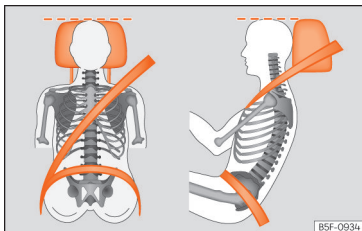

Fig. 15 Faixa do cinto de segurança e encosto de cabeça corretamente regulados.
» » **Página 102.** Mantenha a nuca o mais próximo possível do encosto de cabeça » » **Fig. 15.**
- Ajuste longitudinalmente o banco, de modo a poder carregar a fundo nos pedais com os joelhos ligeiramente fletidos e a ficar uma distância entre a zona dos joelhos e o painel de instrumentos de pelo menos 10 cm (4 polegadas) » » **Fig. 15.**